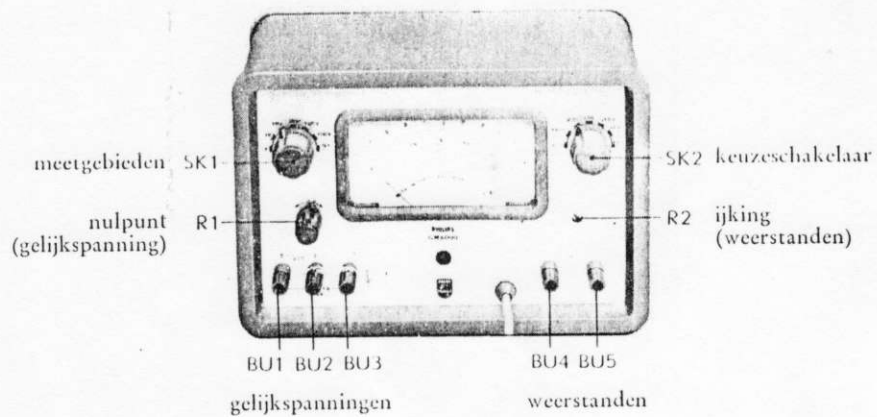

Fig. 1. Vooraanzicht
1. Controleer of de meterwijzer op nul staat; zonodig bijstellen met de zwarte schroef op de voorzijde van het apparaat (mechanische nulinstelling, zie fig. 1).
Voor de functies van knoppen en aansluitbussen zie fig. 1 en 2.